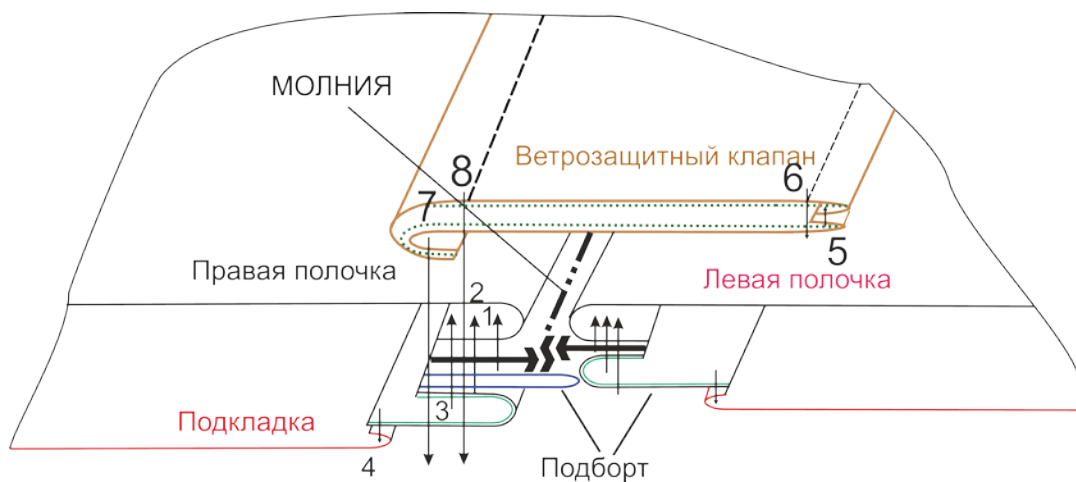

Рис. 2
- 27.** Притачайте одну сторону тесьмы «молния» к левой полочке по срезу борта (Рис.2, строчка 1)
28. Притачайте подзор тесьмы «молния» по шву притачивания тесьмы «молния», уложив подзор на лицевую сторону полочки и совместив срезы (Рис.2, строчка 2).
31. Притачайте подборта и обтачку горловины спинки к парке по краю борта и нижнему срезу подкладки капюшона (Рис.2, строчка 3).
39. Притачайте подкладку рукавов к рукавам по нижнему срезу (Рис.2, строчка 4)
выверните на лицевую сторону и приутюжьте. Настрочите отделочную строчку по краю. (Рис.2, строчки 5 и 6).
46. Притачайте ветрозащитный клапан к парке (Рис.2, строчка 7).
47. Настрочите ветрозащитный клапан, настрочным швом с закрытыми срезами (Рис.2, строчка 8)